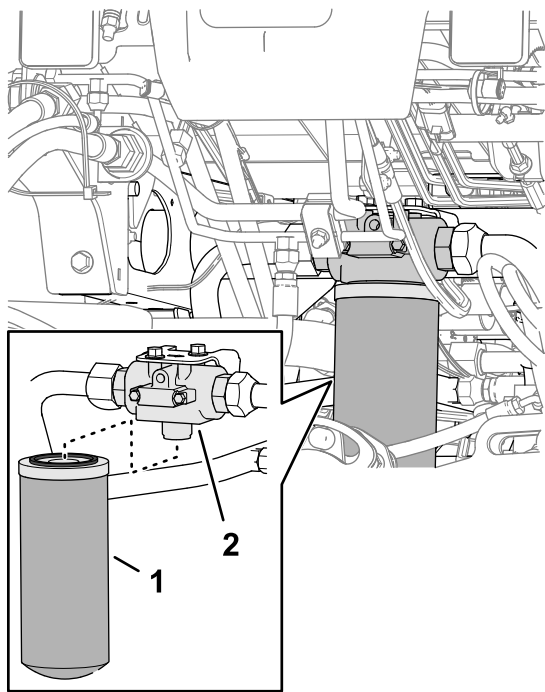

Figura 149
- În partea din față a mâinii, așezați o tavă de golire sub filtrul de retur (Figura 149).